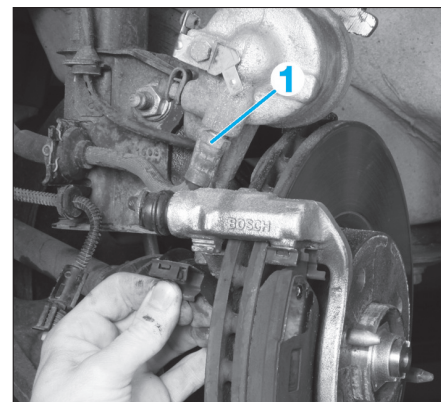

Fig. 6
- Dévisser le flexible de frein (1) sur l'étrier (Fig.6).